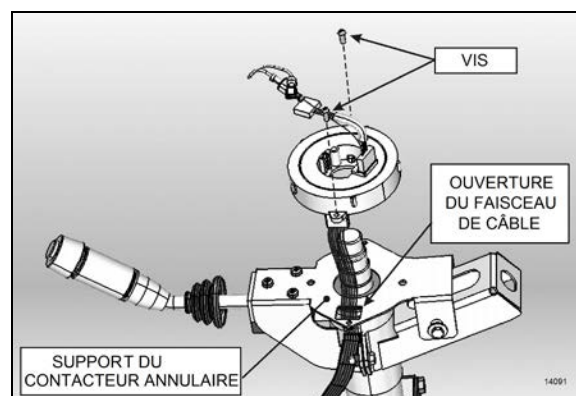

FIGURE 14 : POSE DU CONTACTEUR ANNULAIRE
2. Enlever les 2 vis de montage du contacteur annulaire. Enlever le contacteur. Vous devrez débrancher le connecteur de faisceau de câbles du contacteur annulaire placé dans le bas, le long de la colonne de direction. Au besoin, enlever les capots de colonne de direction (Figure 14).
3. Acheminer le faisceau de câbles du nouveau contacteur annulaire à travers l'ouverture du support du contacteur annulaire (Figure 14). Brancher le connecteur à la base de la colonne de direction et fixer le faisceau de câbles le long de la colonne de direction.